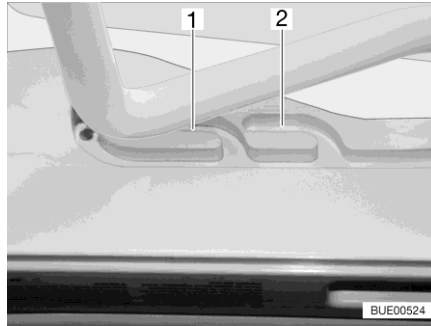
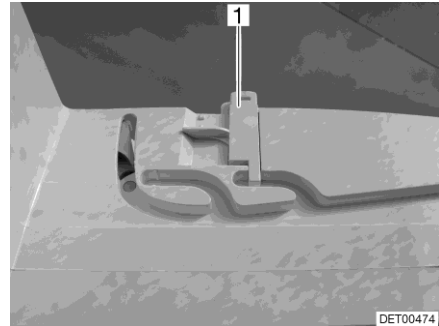

Bild 110 Führung (Lüftungsstellung)
Bild 111 Verriegelung (Lüftungsstellung)
Die Heki-Dachhaube kann in zwei Lüftungsstellungen gebracht werden: Schlechtwetterstellung (Bild 110,1) und Mittelstellung (Bild 110,2). Je nach Modell kann die Dachhaube in der Mittelstellung mit den beiden Riegeln (Bild 111,1) links und rechts am Rahmen der Dachhaube verriegelt werden.
- Den Bügel leicht nach oben drücken und in die gewählte Führung (Bild 110,1 oder 2) schieben und ggf. verriegeln.